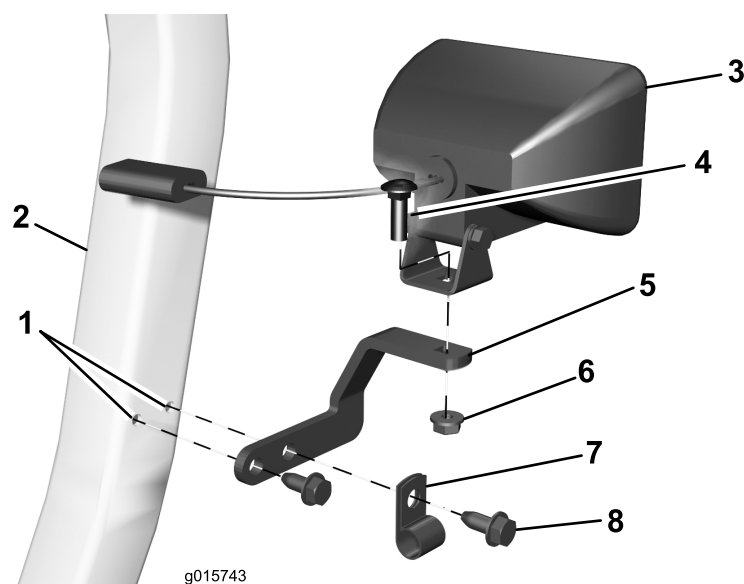

Figura 6
1. Monte a placa dobrada no ROPS como se mostra em Figura 6. Encaminhe a cablagem através do grampo em R e, em seguida, prenda a placa dobrada utilizando um grampo em R e dois parafusos auto-roscantes.
2. Instale uma lâmpada na placa dobrada como se mostra em Figura 6. Prenda a lâmpada utilizando